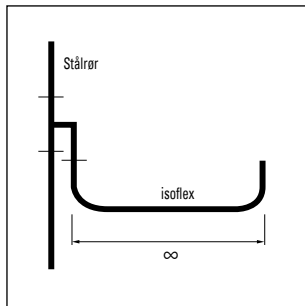

fig. 2
- Ved parallelafgreninger bukes isoflex lige efter tilkoblingspunktet, se fig. 2.